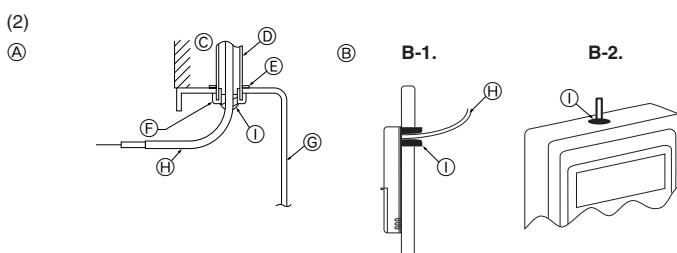

Fig. 6-3
(2) Täta serviceöppningen på fjärrkontrollsäcken med fyllningsmassa för att förhindra att dagg, vatten, kackerlackor eller maskar eventuellt tränger in. (Fig. 6-3)